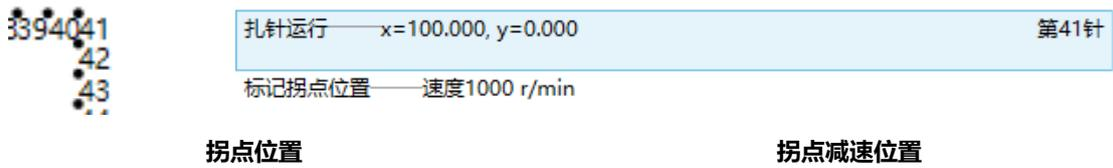

图 5.4.6b 拐点减速示意
②√起“启用拐点减速”，则在设定为拐点位置进行拐点减速处理。如下图 5.4.6b 所示。